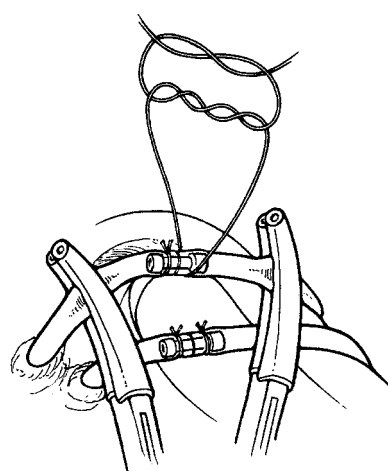

Рисунок 4-23. Коннектор для наложения швов
5. Сделайте двойной простой хирургический узел, а затем по меньшей мере два отдельных узла, чтобы соединить трубку с коннектором (**рисунок 4-23**).